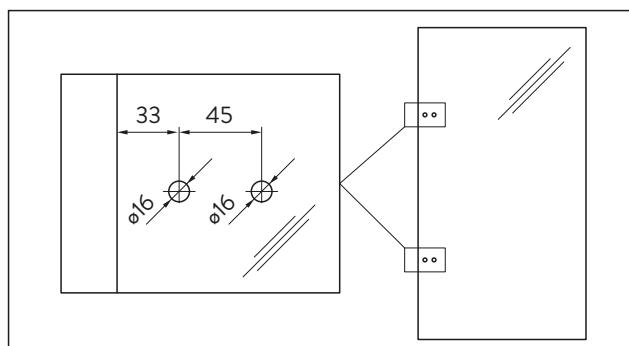

Abb. 3 Glasbearbeitung
- Die Maße des Glastürflügels und die Glasbearbeitung prüfen, siehe Abb. 3.